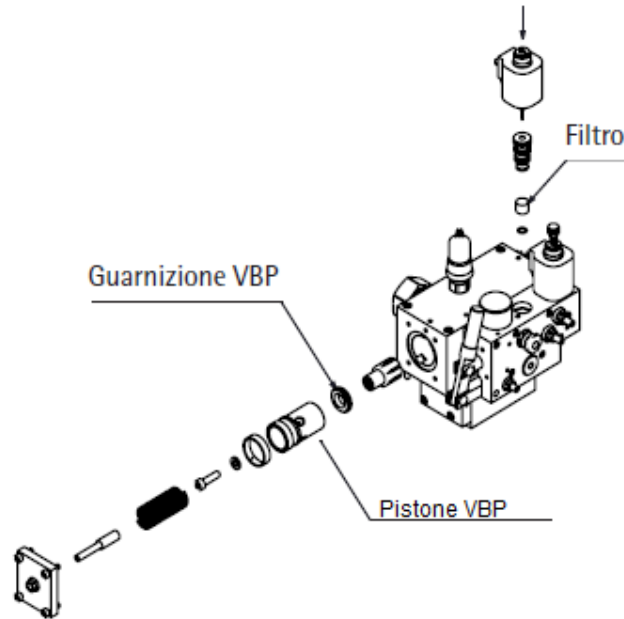

Fig. 22 Sostituzione guarnizione VBP e pulizia filtri
- Sostituire la guarnizione del VBP come segue (vedi Fig. 22):
- In occasione di revisione generale o quando si presentano anomalie di funzionamento, pulire tutti i filtri che si trovano in corrispondenza delle elettrovalvole ed indicati nella Fig. 22 pag. 30.